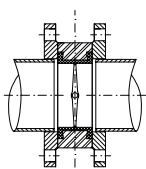

рис. 1
1. Для монтажа фланцевых дисковых затворов GROSS в системах из стальных труб следует использовать стальные приварные встык (воротниковые) фланцы по ГОСТ 33259-2015 соответствующего условного диаметра для всех типоразмеров затворов. ПРИ МОНТАЖЕ ЗАТВОРОВ УСТАНОВЛИВАТЬ ПРОКЛАДКИ МЕЖДУ ЗАТВОРОМ И ФЛАНЦЕМ НЕ ДОПУСКАЕТСЯ. Использовать стальные плоские приварные фланцы по ГОСТ 33259-2015 для монтажа затворов недопустимо (рис. 1).